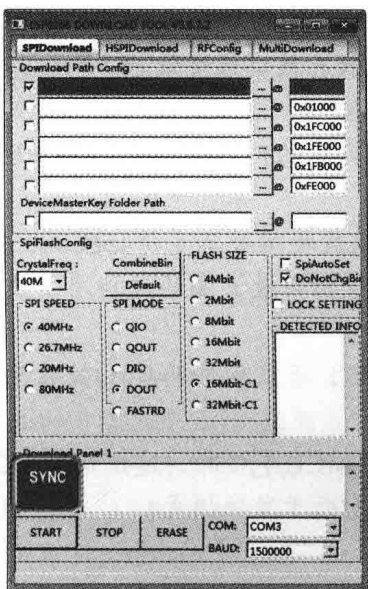

图2-8 固件烧录准备
- 连接好硬件，选择官网下载的出厂固件程序，选择好串口号，如图2-8所示。